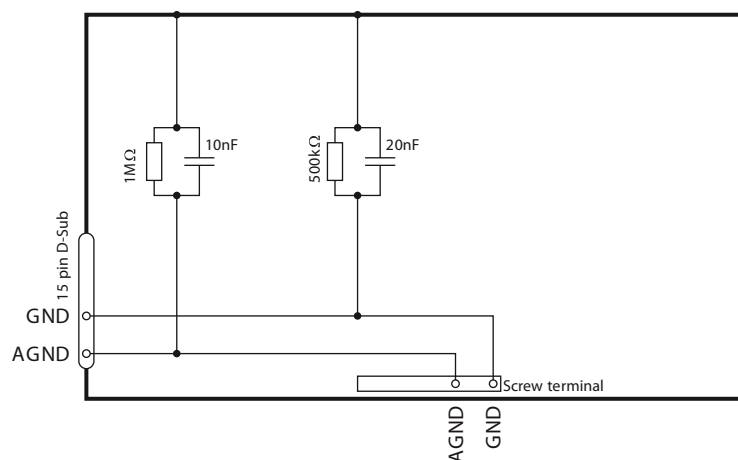

Bild 3 Verbindung zwischen Abschirmung, Ground (GND) und Analog Ground (AGND)
Der OWTC(H)/OWTB V2(H) beinhaltet zwei elektrisch isolierte Stromkreise, einer für den analogen Ausgang und einer für alle anderen Funktionen des Gerätes. Die Grounds der beiden Stromkreise sind über RC-Elemente verbunden. Siehe Bild 3 Distanz Laser Sensor Seite 11/41